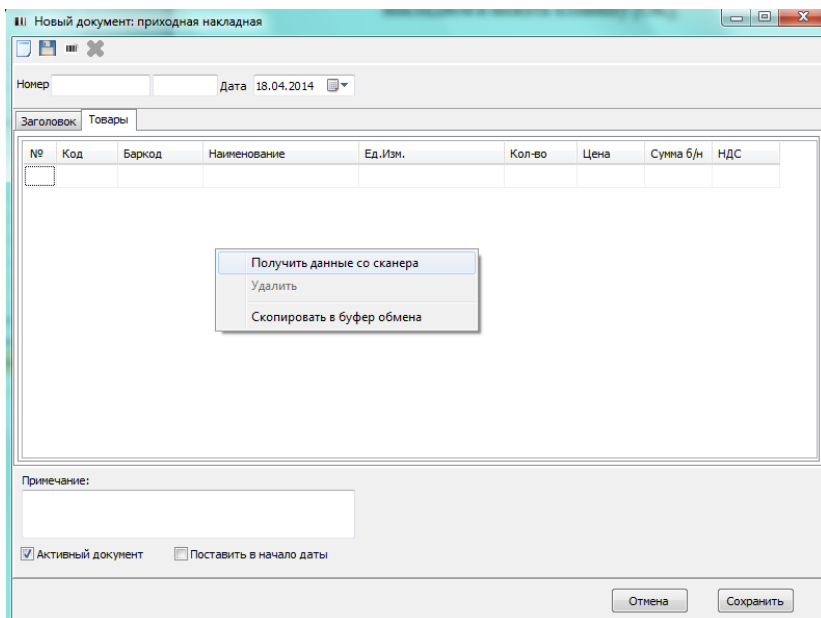

Рис. 454
5. После заполнения закладки «Заголовок» (поля на закладке зависят от типа накладной) необходимо на закладке «Товары» из контекстного меню выбрать пункт «Получить данные со сканера» (см. Рис. 454).